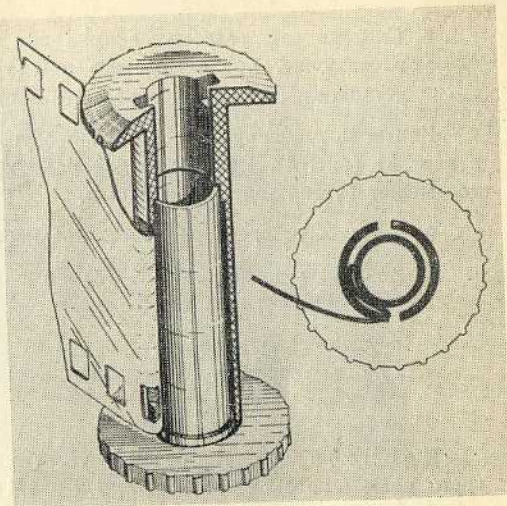

Рис. 8. Заправка пленки в катушку.
4. Заправить конец пленки в щель катушки и закрепить пленку, введя зуб катушки в перфорационное отверстие (рис. 8).